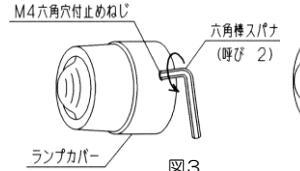

図3
①ランプカバーのM4六角穴付止めねじを付属の六角棒スパナ(呼び2)で2回転以上緩めてからランプカバーを反時計回りに回して外してください。(図3~4)
②LED球は、押しながら左へ回して取り外し、同じ形番の新しいLED球を押しながら右に回して取り付けてください。弊社では「ランプ交換工具 形番OR-55」を用意しています。ゴム製のスパナで電球の着脱が容易に行えます。